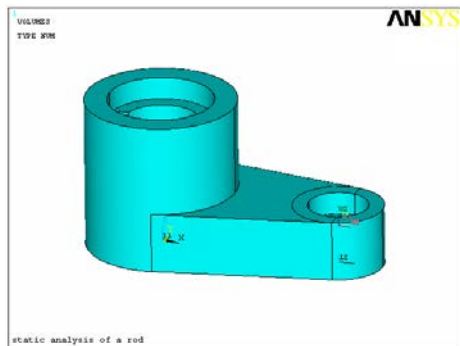

图 8-45 建立三维模型
④单击“OK”按钮，关闭对话框，并返回到定义材料模型属性窗口，在此窗口的左边一栏出现刚刚定义的参考号为 1 的材料属性。
⑤在“Define Material Model Behavior”窗口中，从菜单选择 Material > Exit 命令，或者单击右上角 X 按钮，退出定义材料模型属性窗口，完成对材料模型属性的定义。
⑤ 建立联轴体的三维实体模型。按照前面章节介绍的方法建立联轴体的三维实体模型，如图 8-45 所示。